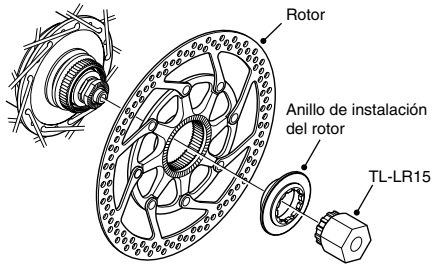

Fig. 1
- Instale el rotor y la placa de apriete, y luego apriete provisoriamente los pernos de fijación del rotor indicados en la Fig. 1.